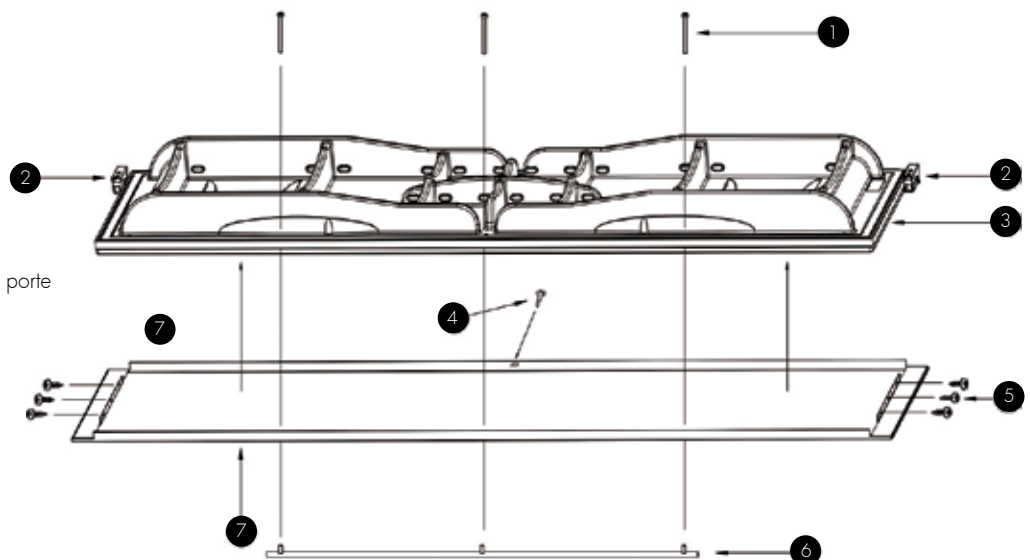

Fig 4
Panneau de porte finition inox (voir figure 4)
1. Charnières. Dévissez les vis des charnières inférieures et supérieures (fig. 4 point 2). Ensuite, montez les charnières sur la porte. Notez que les charnières gauche et droite sont différentes!